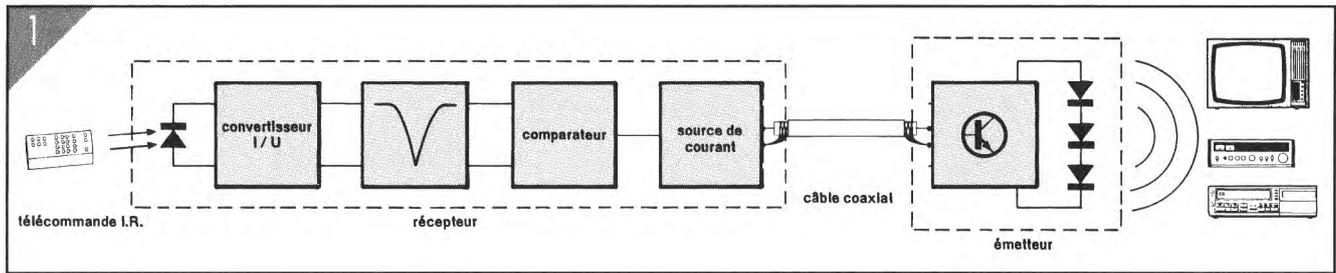

Figure 1 - Un synoptique tel que celui-ci facilite le repérage des différents sous-ensembles constitutifs de la rallonge de télécommande I.R.
Étant donnée la relative simplicité du montage, il pourrait sembler, à première vue, superflu d'en donner un synoptique. Le croquis de la figure 1 a cependant l'avantage d'illustrer clairement de quoi il retourne. Le sous-ensemble de réception capte les signaux émis par la télécommande et les convertit en signaux électriques qui subissent ensuite une amplification et un filtrage ; ce filtrage est rendu nécessaire par la présence d'un éclairage artificiel, en particulier les tubes luminescents, qui produisent un
**B**eaucoup de gens considèrent encore le haut-parleur électrostatique comme une espèce de paravent mystérieux. Probablement à cause de son apparence inquiétante : la boiserie habituelle manque, la haute tension et des réminiscences de décharges électrostatiques cuisantes, voilà des arguments qui, outre le prix, font hésiter à en introduire chez-soi. Un haut-parleur électrostatique ou ESL, de l'anglais *ElectroStatic Loudspeaker*, (mais entre nous, pourquoi ne pas dire un électrostat ?) est pourtant un reproducteur musical bien simple à fabriquer. Mettre en œuvre un système à électrostat ne requiert pas, la **figure 1** en témoigne, plus de trois éléments :
**Figure 1 - Le principe de l'électrostat. On peut le ramener à trois parties : l'élément ESL (A), l'alimentation haute tension (B) et le transformateur audio (C).**